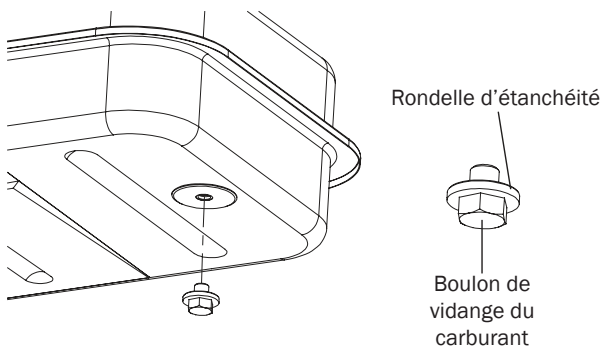

Figure 9 - Retrait du boulon de vidange
1. Retirez le boulon de vidange du dessous du réservoir à carburant. Voir figure 9.